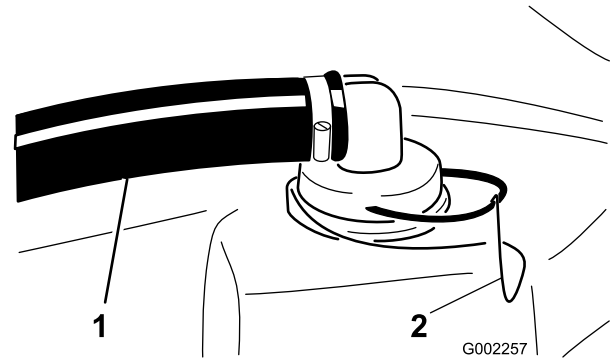

図 55
2. タンク上部の太いホースについている赤いフィッティングからリテーナを外す（図 55）。
3. タンクからホースを外す（図 55）。